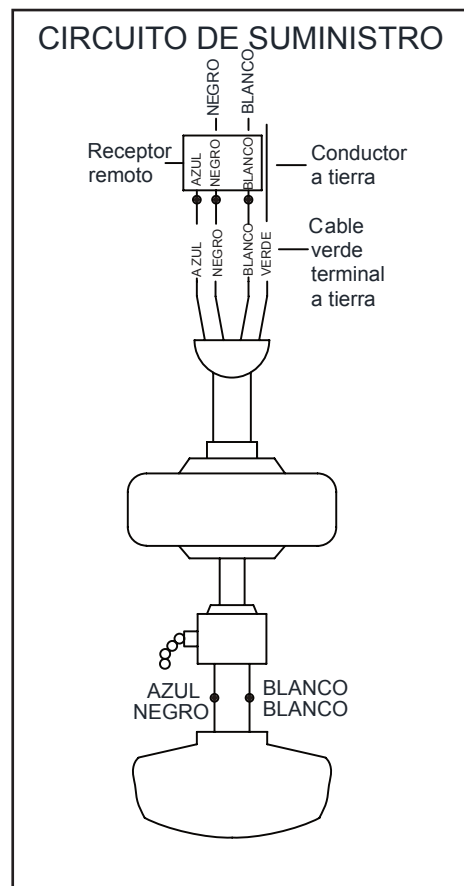

Figura 12
Sigue estos pasos para conectar tu ventilador al circuito de tu hogar. Usa las tuercas de conexión de cable incluidas con el ventilador y el control remoto. Asegura los conectores con cinta aislante. Asegúrate de que no haya conexiones ni cables sueltos. (Figura 12)
1. Conecta el conductor a tierra del cable de 120 voltios (puede ser un cable desnudo o un cable con aislante verde) al (a los) cable(s) terminal(es) a tierra verde(s) del ventilador (Figura 12).
2. Conecta el cable blanco del motor del ventilador al cable blanco del receptor usando una tuerca de cable (Figura 12).
3. Conecta el cable negro del motor del ventilador al cable negro del receptor usando una tuerca de cable (Figura 12).
4. Conecta el cable azul del motor del ventilador al cable azul del receptor usando una tuerca de cable (Figura 12).
5. Conecta el cable negro del receptor al cable negro de suministro de energía (positivo) usando una tuerca de cable (Figura 12).
6. Conecta el cable blanco del receptor al cable blanco de suministro de corriente (neutro) usando una tuerca de cable (Figura 12).